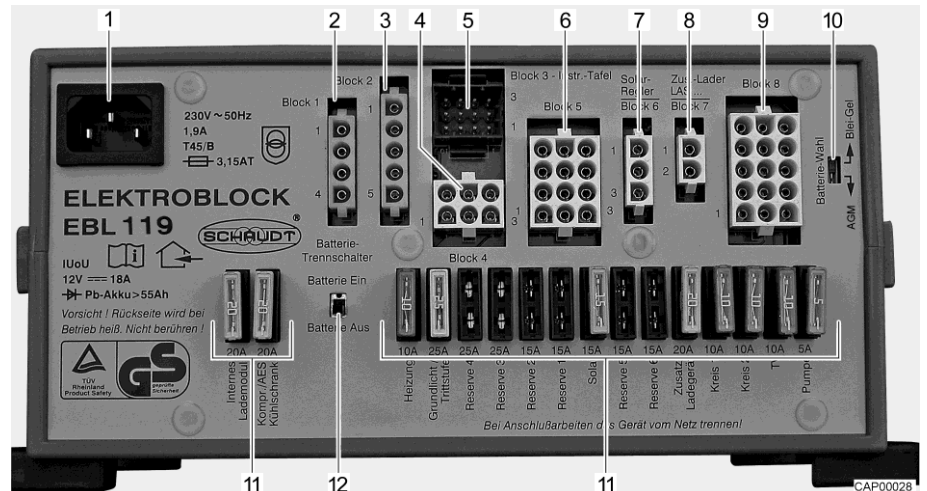

Fig. 30 Bloque eléctrico (EBL 119)
- Desconectar el separador de batería (Fig. 30,12) en el bloque eléctrico.